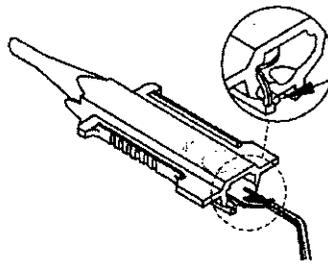

Figura 4
4. Utilizar las pinzas de manipulación para sujetar la lente por el borde de la óptica y colocar suavemente la lente -con la parte anterior mirando hacia arriba- dentro de la parte posterior del cartucho, como se muestra en la Figura 4. La lente se deberá insertar hasta hacerla coincidir con el perfil gravado en la parte superior del cartucho o que lo sobrepase ligeramente. Si se utilizan lentes con un diámetro de óptica de 6,5 mm, podría ser necesario plegarlas antes, de manera que resulte más fácil introducirla en la parte posterior del cartucho. Este plegado previo de la lente se puede realizar presionando suavemente el borde de la lente mientras con una pinza se sujeta la óptica central, tal y como lo muestra la figura 4a. El háptico posterior deberá quedar fuera del cartucho. Colocar el háptico posterior a la izquierda del saliente de sujeción del háptico, tal y como se ve en la imagen que se muestra en la Figura 4. Esto permitirá que cuando se empiece a introducir el émbolo dentro del cartucho, el émbolo pueda pasar por encima del háptico. Ver Figura 4a.